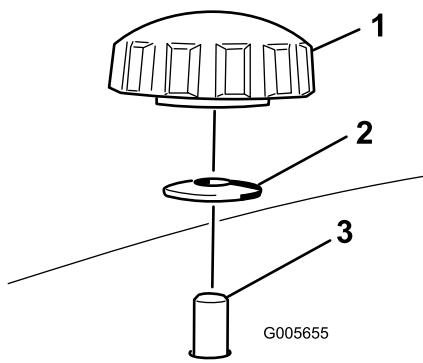
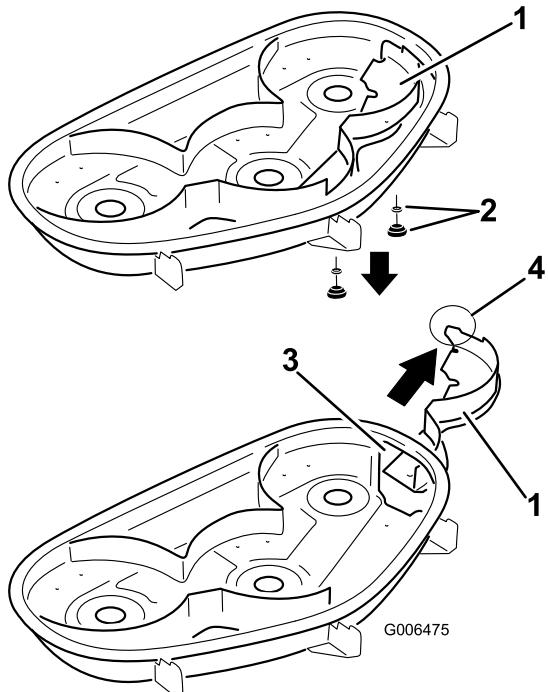

Figura 31
Figura 32
- Togliete le 2 manopole e le rondelle curve che fissano il diaframma destro al tosaerba come illustrato nella Figura 31.
- Togliete il diaframma destro e abbassate il deflettore dell'erba sull'apertura di scarico come illustrato nella Figura 32 e Figura 31.
5. Infilate il deflettore destro sotto il piatto di taglio, fissandolo con le 2 manopole e le rondelle curve (lato concavo verso il tosaerba) come illustrato in Figura 31 e Figura 32.